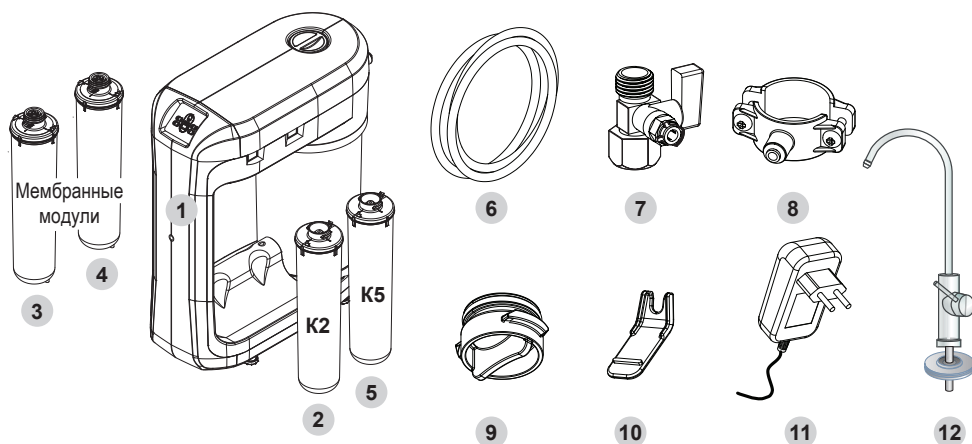

Рис. 1
3. Комплект поставки (рис. 1):